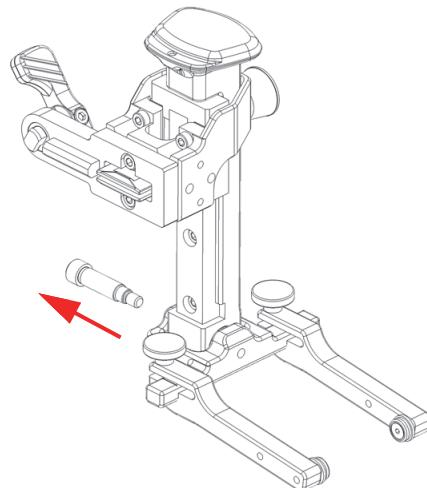

图 2-22 取下轭的旋转梁上的螺钉
4. 使用一个2.5毫米的六角键取下轭的旋转梁上的螺钉（参见第57页的图 2-22）。